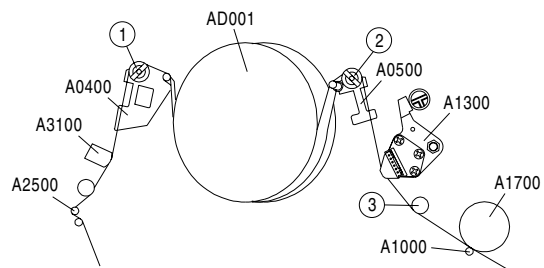
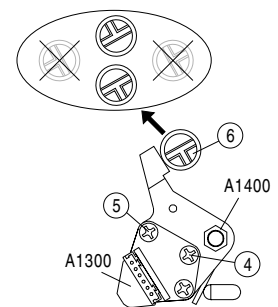

Fig. 22
Fig. 24
- Umlenkrollen (1) / (2) (Fig. 22) bei Bedarf so einstellen, dass das Band an diesen nicht bündelt.
- Neigungswinkel des Kombikopfes mit der Schraube (4) (Fig. 24) so einstellen, dass das Band mittig am Bandführungsbolzen (3) (Fig. 22 / 23) vorbeiläuft.
- Oszilloskop am Steckerkontakt PY01-(1) anschließen.
- Mit der Höheneinstellschraube (Pos. A1400, Fig. 24) maximale Ausgangsspannung einstellen.
- Mit der Azimuteinstellschraube (⑤, Fig. 24) maximale Ausgangsspannung einstellen.
- Mit den Tasten **▲▼** "Service Code" anwählen und den Code **⑧ ⑤ ⑩ ⑩** eingeben.
Mit der X-Abstand-Einstellschraube **⑥** (Fig. 24) ist der X-Abstand bei den Trackingfunktionen "ATK off – max" und "ATK off – min" in der mechanischen Einstellmitte so einzustellen, dass die Amplitude der FM-Pakete gleich groß ist.
- Die Umlenkrollen **① / ②** (Fig. 22) so einstellen, dass die FM-Pakete an der Bändeinlaufseite und der Baudauslaufseite den Grenzwert $b/a \leq 0,75$ (Fig. 25) einhalten.
- Die Umlenkrollen **① / ②** (Fig. 22) so einstellen, dass die Amplitude der FM-Pakete möglichst geradlinig verläuft.
linke Umlenkrolle **①** (Fig. 22) im Uhrzeigersinn drehen.
rechte Umlenkrolle **②** (Fig. 22) im Uhrzeigersinn drehen.
linke Umlenkrolle **①** (Fig. 22) entgegen dem Uhrzeigersinn drehen.
rechte Umlenkrolle **②** (Fig. 22) entgegen dem Uhrzeigersinn drehen.